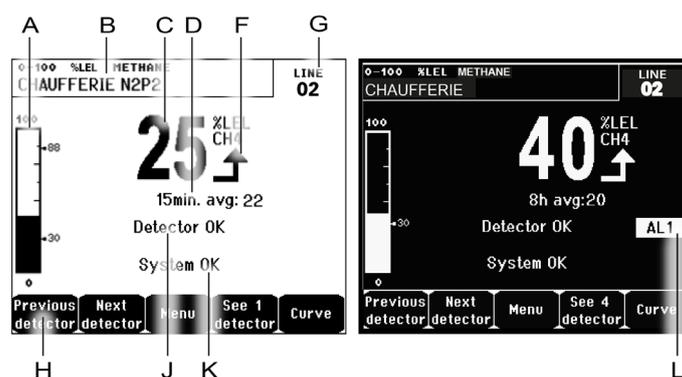
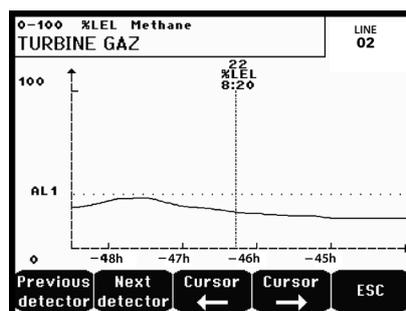

Figura 35: Ejemplo de pantalla de medición en modo normal y en modo escala de grises
Figura 36: Ejemplo de una pantalla curva.
H.	<p data-bbox="268 248 480 282">Funciones clave.</p> <ul style="list-style-type: none"> <li data-bbox="268 297 1394 371">■ Previous detector (detector previo): Muestra en pantalla las mediciones del previous detector, leyendo todos los detectores de todas las líneas. <li data-bbox="268 387 1394 461">■ Next detector (siguiente detector): Muestra en pantalla las mediciones del next detector, leyendo todos los detectores de todas las líneas. <li data-bbox="268 477 1394 551">■ Menu (menú): Muestra en pantalla el menú principal. Vea el "Menú principal" en la página 46. <li data-bbox="268 566 1394 719">■ Vea 4 detectores: Muestra un grupo de 4 detectores (etiqueta de detector, barógrafo con indicación de alarmas, valor de medición actual con unidad y gas detectado. Use las teclas Subir página y Bajar página para mostrar los 4 detectores. El paso a la siguiente zona es automático. <li data-bbox="268 734 1394 846">■ Vea 8 detectores: Muestra un grupo de 8 detectores (etiqueta de detector, barógrafo con indicación de alarmas, valor de medición actual con unidad y gas detectado). Otros botones similares a los elegidos. Vea 4 detectores. <li data-bbox="268 862 986 896">■ Vea 1 detector: Pantalla en modo normal (Figura 35). <li data-bbox="268 911 1394 1055">■ Curve (curva): Muestra las curves de medición de las últimas 10 días (Figura 36). Las teclas → y ← permiten al cursor moverse a través de la escala de tiempo. La línea de puntos vertical muestra la concentración y las etiquetas de tiempo del punto que se considera. Escape: vuelve a mostrar los valores.
L.	Zona de indicación de alarmas activadas con pantalla de umbral intermitente. La pantalla cambia al vídeo inverso (Figura 35, pantalla a la derecha).